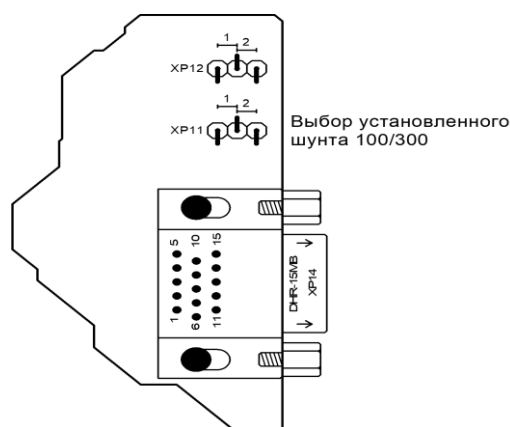

Рис. 5 – Выбор типа подключаемого к контроллеру шунта.
Для указания контроллеру номинала установленного токового шунта, включённого в измерительную цепь СКЗ, предусмотрен джампер XP11 (см. рисунок 5). Джампер установленный в положение 1 сигнализирует контроллеру, что к измерительной цепи подключен 100 А шунт и пересчёт осуществлять по формуле (I). Джампер установленный в положение 2 сигнализирует контроллеру, что к измерительной цепи подключен 300 А шунт и пересчёт осуществлять по формуле (II).